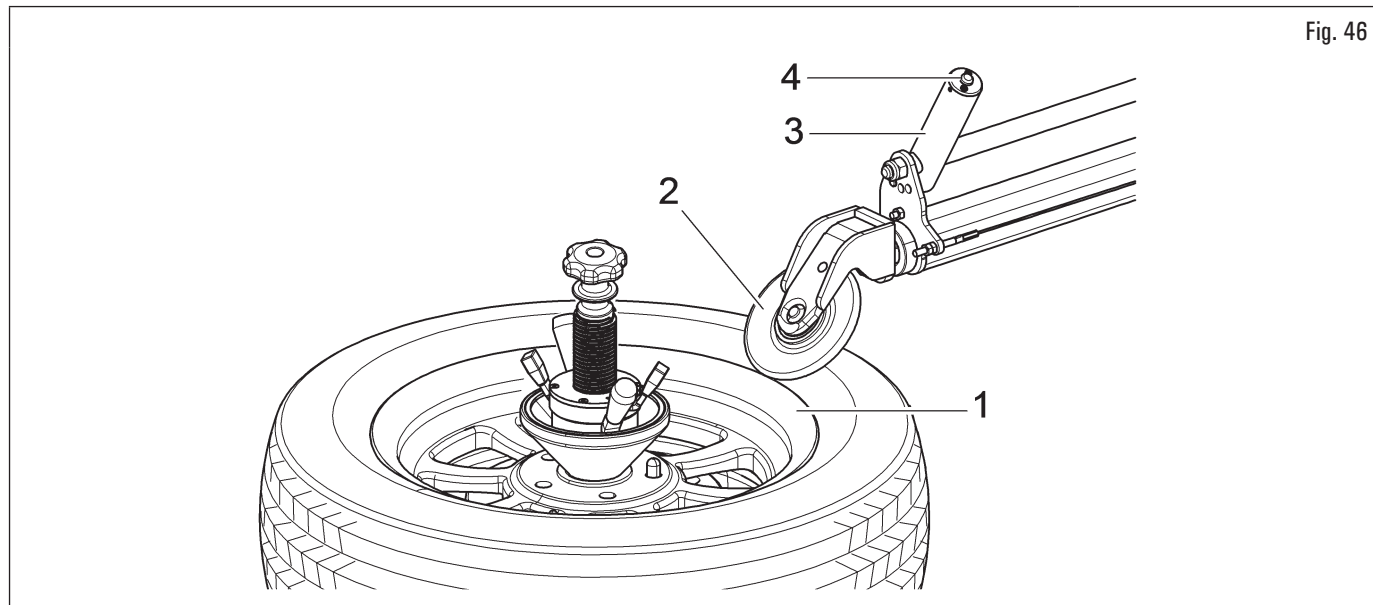

Fig. 46
1. Dopo aver bloccato la ruota, avvicinare il rullo stallonatore superiore (Fig. 46 rif. 2) al bordo del cerchio (Fig. 46 rif. 1);
2. posizionare correttamente i rulli stallonatori sul diametro del cerchio tramite la maniglia (Fig. 46 rif. 3) dopo aver sbloccato i bracci tramite il pulsante (Fig. 46 rif. 4), posto sulla maniglia stessa;